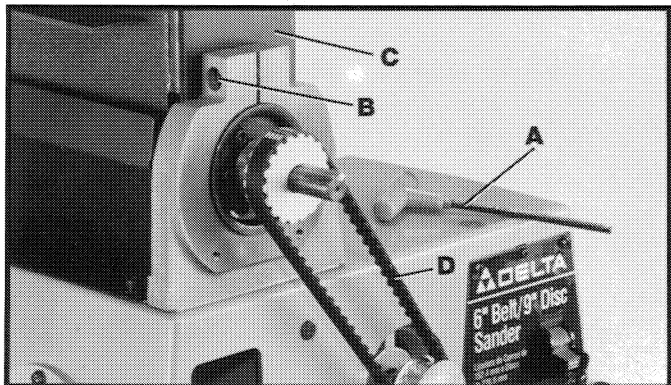
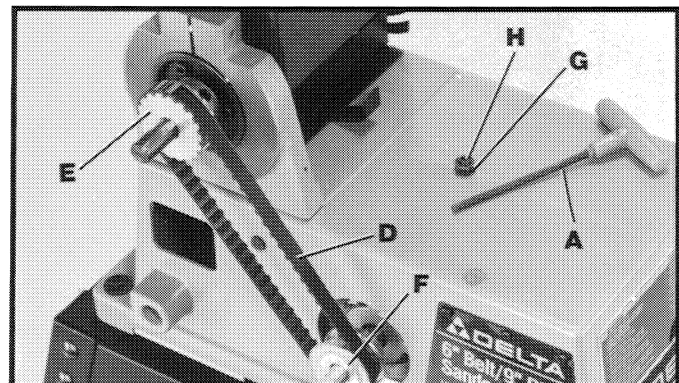

Fig. 6
Fig. 7
1. Con la llave hexagonal (A) Fig. 6 suministrada, afloje el tornillo (B) y mueva el brazo de lijado (C) a la posición vertical; apriete el tornillo (B) como se ilustra aquí. Ensamble la correa de marcha (D) a las poleas.
2. **AVISO:** La correa de marcha (D) Fig. 6 debe encontrarse firme pero sin estar excesivamente apretada sobre las poleas. La correa de marcha (D) no requiere un tensionamiento excesivo para funcionar debidamente. La correa (D) Fig. 7, se encuentra debidamente tensionada cuando se aplica presión ligera con los dedos sobre la correa en el tramo central de las poleas (E) y (F). Para ajustar la tensión de la correa, afloje la tuerca de cierre (G) Fig. 7 y apriete o afloje el tornillo de ajuste (H) utilizando la llave (A) hasta conseguir la tensión debida. Apriete la tuerca de cierre (G) nuevamente.
3. Después de haber tensionado apropiadamente la correa de marcha (D) Fig. 7, mueva el brazo de lijado a la posición horizontal.